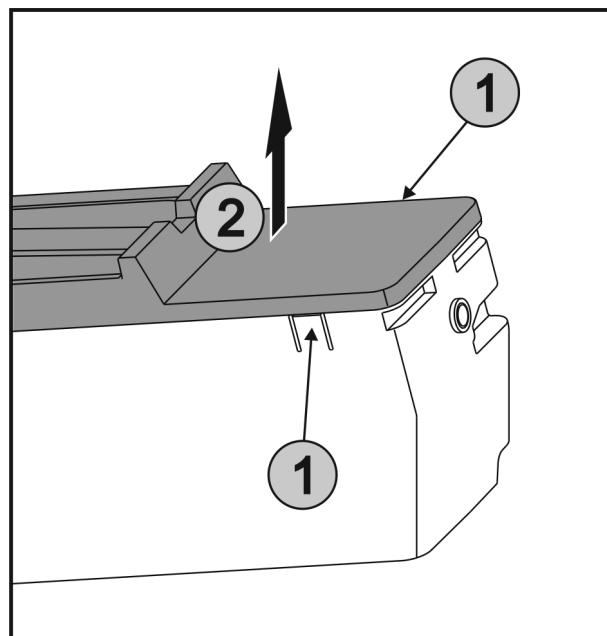

Fig. 31
- Натиснете едновременно езичетата Fig. 31 (1) от двете страни на EasyTwist-Ice и свалете капака Fig. 31 (2) нагоре.